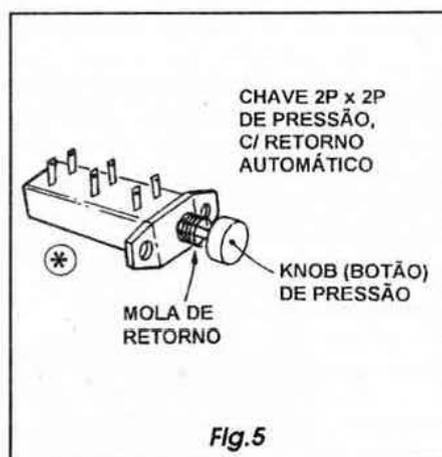

Fig.5
- 1 - Chave 2 polos x 2 posições, de preferência do tipo de pressão, com retorno automático, não *travante* (VER FIG. 5, MAIS ADIANTE...)
- FIG. 5 - DETALHES DA CHAVE FALA-ESCUA RECOMENDADA... -